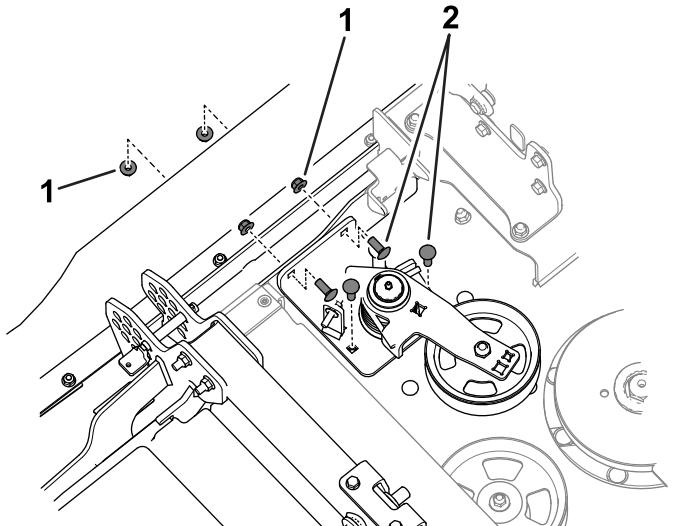

図 6
6. キャリッジボルト(3/8 x 1") 2本、およびキャリッジボルト(3/8 x 1-1/4") 2本とナット(3/8") 4個を使って、テンショナー・アセンブリをカッティング・ユニットに固定する(図 6)。